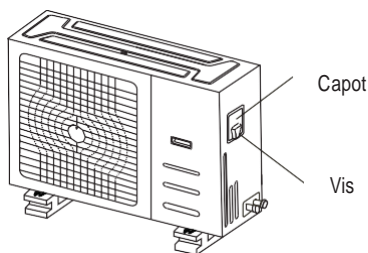

Fig. 8.1
2. Retirez le capot électrique de l'unité extérieure. S'il n'y a pas de capot sur l'unité extérieure, démontez les boulons du panneau de maintenance et retirez le panneau de protection (voir Fig. 8.1, 8.2).